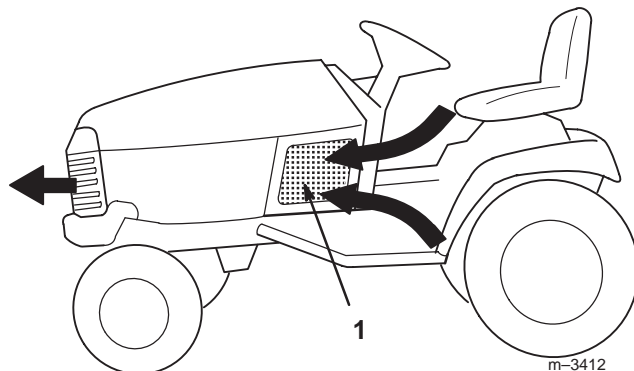

Figure 7
2. Contrôlez la propreté des grilles d'entrée d'air (Fig. 7).